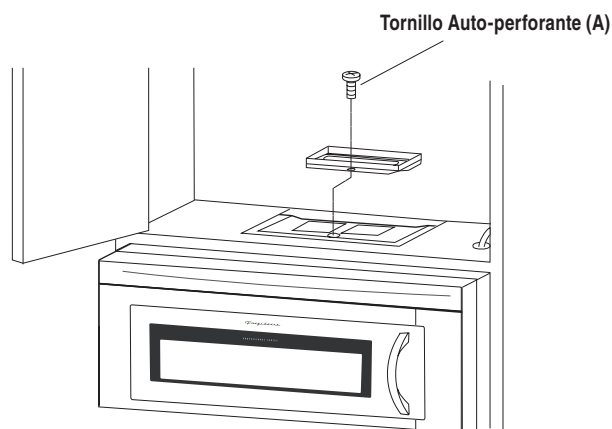

Figura 20
6. Después de montar el horno, sujete el Regulador de Succión de Extracción a la cubierta del ventilador ubicada en la parte superior del horno. Para sujetar el Regulador de Succión de Extracción, remítase al capítulo "MONTAJE DEL HORNO EN LA PARED", Vea la Figura 20 de la página 7 y la PLANTILLA DEL GABINETE SUPERIOR.
Conecte el regulador de succión de extracción al soporte de la cubierta del ventilador en la parte superior del horno al deslizarlo en las ranuras en la misma dirección que marca la flecha hasta que el tornillo (A), que se retiró en (C) ESCAPE VERTICAL, PASO 1 en la página 5. Consulte la Figura 20 en la página 7.